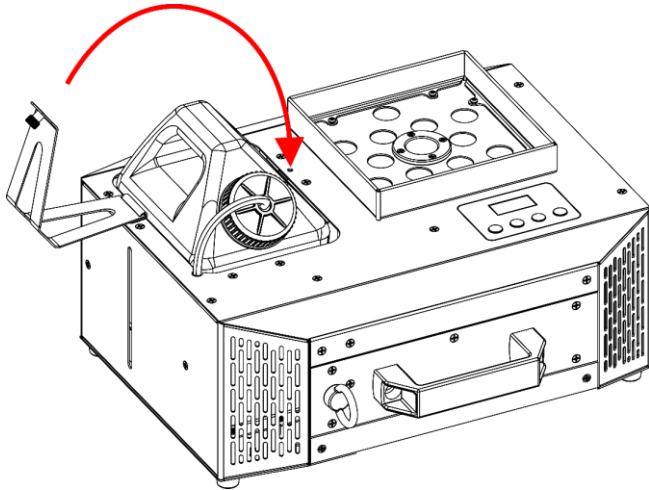

Fig. 46
- 11) Kantel de **beugel voor de vloeistoftank (03)**, zoals getoond in Fig. 46.